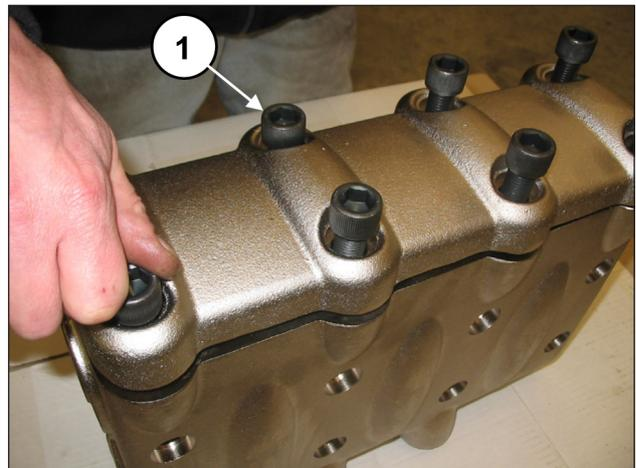

Fig. 133
Après avoir monté les groupes soupape et le bouchon de la soupape, poser le couvercle des soupapes (rep. ①, Fig. 132) et serrer les 8 vis M16x55 (rep. ①, Fig. 133).